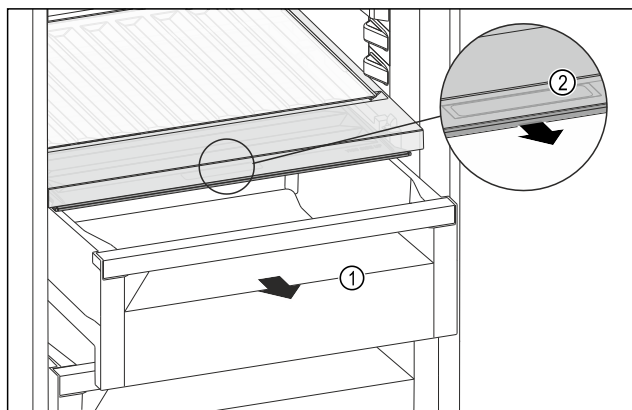

Fig. 214
- ▶ Zásuvku Fig. 214 (1) vytáhněte.
- ▶ Uchopte prohlubeň pro rukojeť Fig. 214 (2) na víku zásuvky a současně zatáhněte za víko zásuvky směrem dopředu.